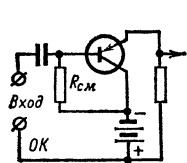
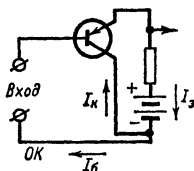

Рис. 77. Способ смещения для схемы, показанной на рис. 76.
Рис. 78. Возможный вариант схемы с общим коллектором, отличающийся от приведенной на рис. 76 схемы местом включения источника коллекторного напряжения.
**Л.** — Прежде чем приступить к анализу этой схемы, я хочу заметить, что на практике встречаются два варианта ее построения. В одном из них батарея питания коллектора находится между общим проводом (заземлением) и коллектором (рис. 77), а во втором — между нагрузочным сопротивлением и общим проводом, с которым коллектор соединен непосредственно (рис. 78). Во втором варианте база автоматически получает смещение по отношению к эмиттеру.
**Н.** — К великой радости продавцов батарей, я предпочел бы иметь две батареи, как это показано на наших теоретических схемах... Но вернемся к схеме с ОК. В этом случае, как я вижу, при усилении тоже не происходит изменения фазы: более отрицательный потенциал на базе увеличивает ток эмиттера, что вызывает большее падение напряжения на нагрузочном резисторе, и верхний конец его становится более отрицательным (рис. 77) или, что одно и то же, менее положительным (рис. 78).